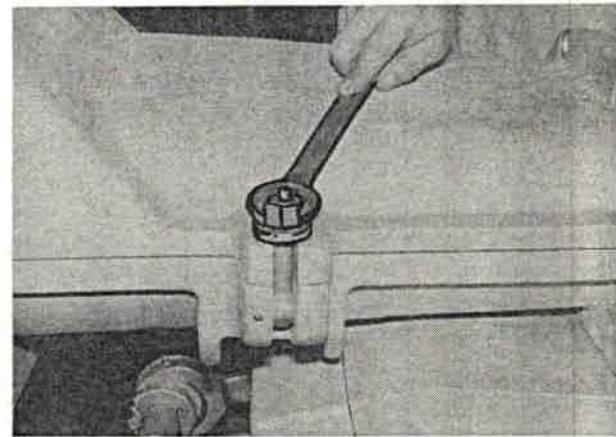

Bild 203
2.5 Hintere Schwenkschraube lösen (Bild 203)